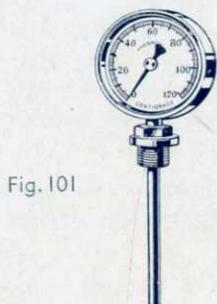

Fig. 101
A) A lecture directe, fixation des thermomètres directement sur les réservoirs ou enceintes contenant le fluide à contrôler (fig. 101 à 103).